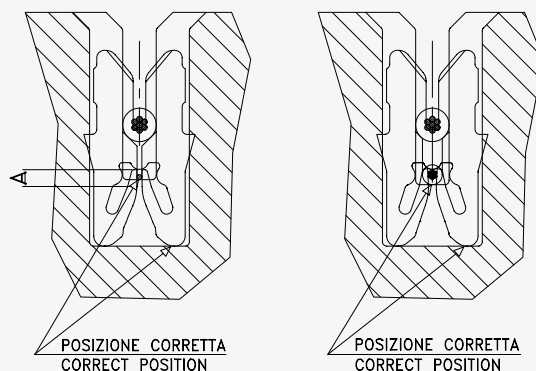

Fig. 14
- La corretta posizione dei fili smaltati o cavetti isolati a trefoli o rigidi, si può riscontrare visivamente. Questi dovranno risultare nel tratto rettilineo tra le due alette (fig. 14). Questo tratto attivo è pari a circa mm 0,40.
- Those have to be in the parallel area between two wings (fig. 14). This active area is about mm 0,40.